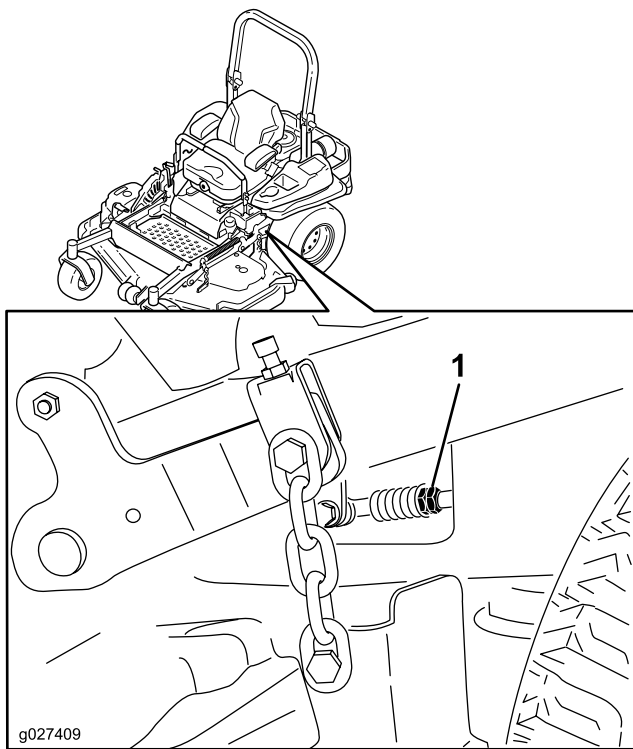

Figura 88
10. Ajuste la longitud de las varillas de control de las bombas girando las tuercas dobles de la varilla en el sentido apropiado, hasta que las ruedas se muevan ligeramente en marcha atrás (Figura 88).